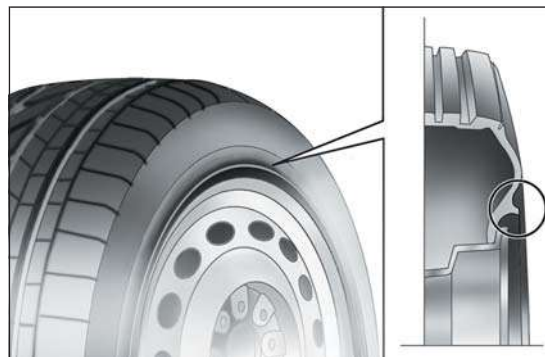

fig. 197
*En caso de que se utilicen tapacubos integrales fijados (con muelle) a la llanta de aleación y neumáticos que no sean de serie, postventa, con “Rim Protector” fig. 197, **NO montar los tapacubos.** El uso de neumáticos y tapacubos no adecuados podría implicar la pérdida repentina de la presión del neumático.*